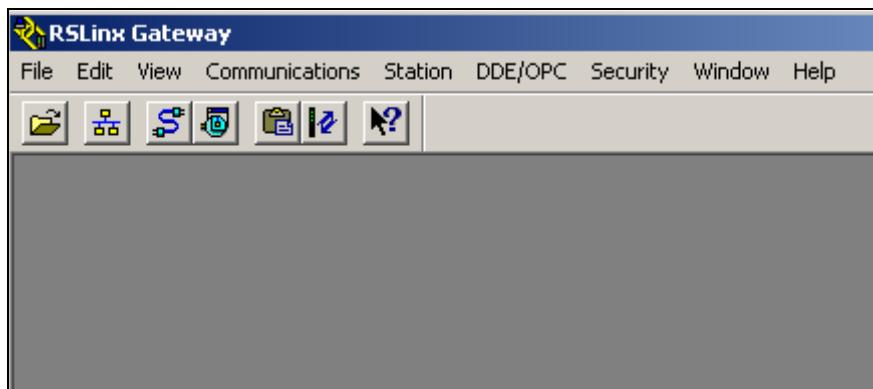

图 4-71 RSLinx 起动界面
1. 单击 *Start->Program->Rockwell Software->RSLinx->RSLinx* ,启动 Rslinx ,如图 4-71 所示。